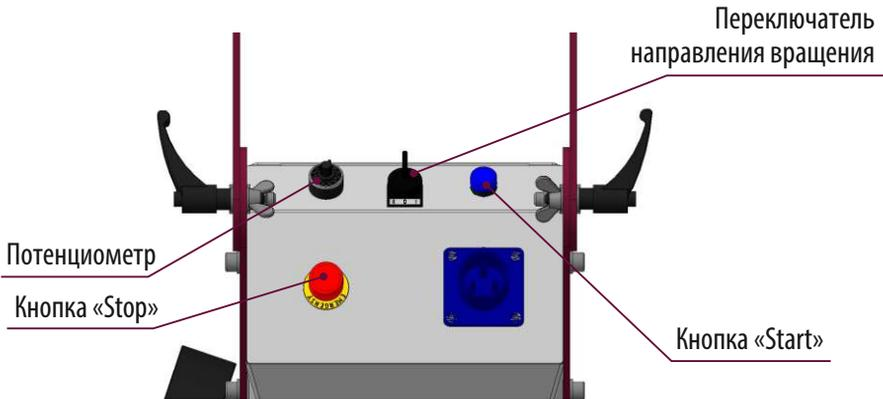

Рис. 4 Схема расположения кнопок управления
Схема расположения кнопок управления приведена на рис. 4.
- Кнопка «Stop» с фиксатором (Рис. 4) используется только для аварийной остановки машины при возникновении неисправности, наезде на предметы, препятствия или людей. Эта кнопка прерывает подачу питания.